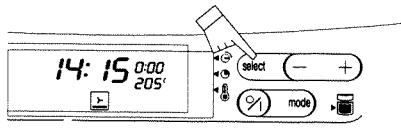

Fig. 6
4. Premere una volta il tasto per impostare la durata della cottura (fig. 6).